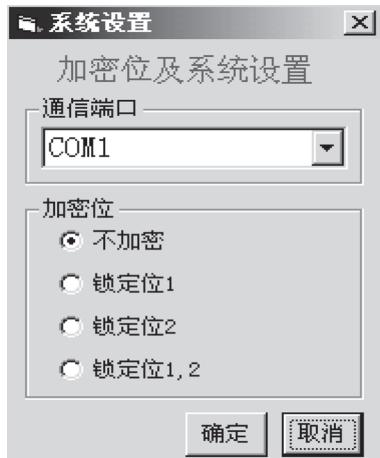

图 1-3-13 系统设置对话框
(2) 设置：对该软件的一些操作方式进行设置，单击按钮之后，出现如图 1-3-13 所示的对话框。